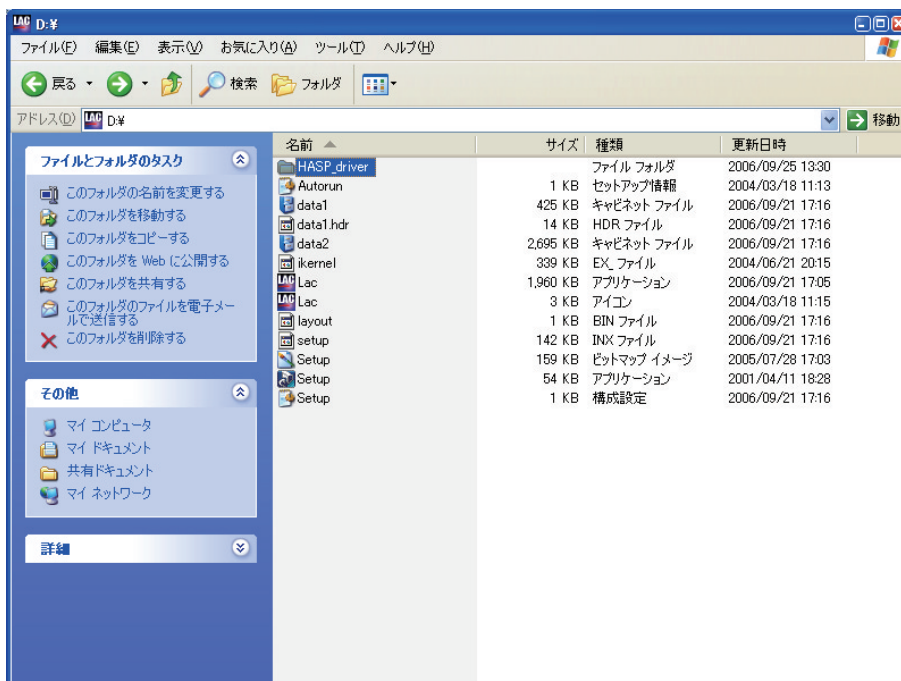

図4-6-4
- 4 「開く」をクリックすると、以下のファイルが表示されますので、この中の「HASP_driver」をダブルクリックします(図4-6-4)。